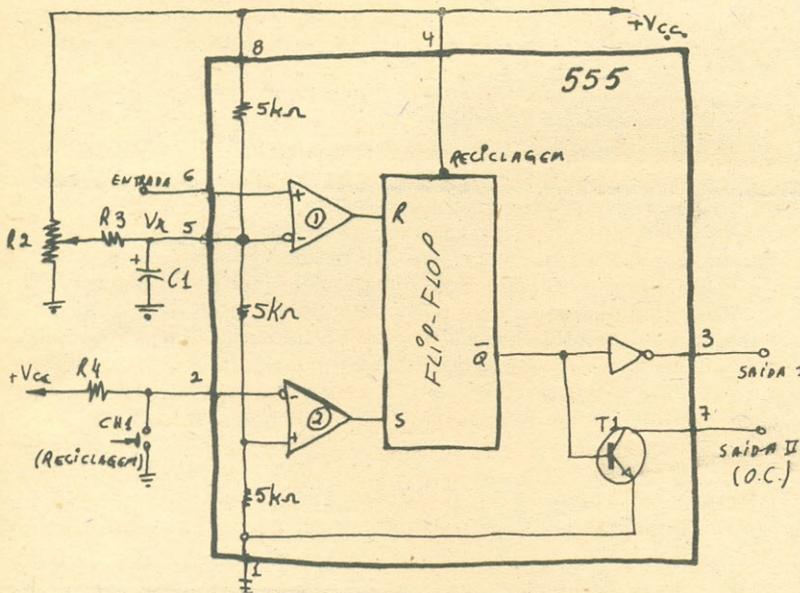
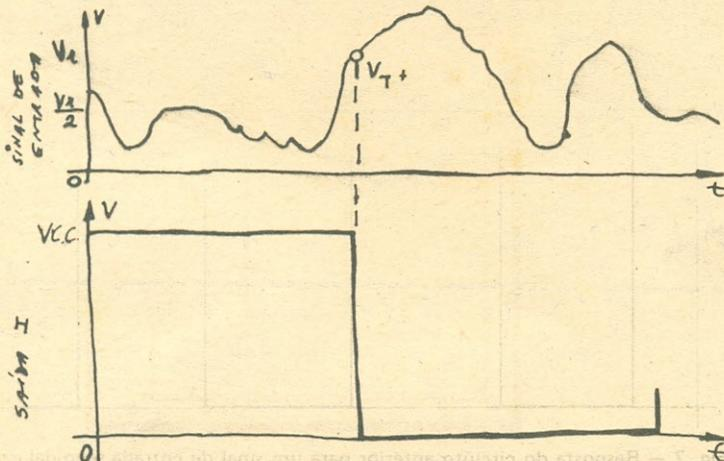

Fig. 3 - Circuito D.S. disparável por nível de tensão ascendente.
Fig. 4 - Curvas a serem observadas no circuito D.S. da Fig. 3.
Para minimizar as interferências causadas pela bobina de ignição através da linha de alimentação, devemos proceder como ilustra a Fig. 4. Trata-se de ligar um capacitor de passagem, de 0,1 μ F, 1000 V, na linha positiva de alimentação da bobina. Atenção para que este capacitor não seja ligado ao borne negativo da bobina, o qual vai ter aos platinados.
Fig. 4 — Para minimizar as interferências originárias da bobina nos equipamentos elétricos, devemos ligar um capacitor cerâmico (C1), de 0,5 μ F, 1000 V, entre o terminal dos platinados e a massa. Entretanto, o que é mais eficaz contra tais interferências é, sem dúvida, o capacitor C2, de 0,1 μ F, 1000 V, ligado à linha positiva de alimentação da bobina.
- Se você utilizar a entrada "sensor de nível" em vez da entrada "disparo"; tal como ilustra a Fig. 3, terá um circuito D.S. que responde a níveis de tensão de disparo positivos (V_{T+}). Cabe a você analisar o circuito em baixa e chegar à conclusão que o diagrama de fases da Fig. 4 está perfeitamente correto!
- Se acionada, ela situa a saída do circuito no estado alto, caracterizando, neste específico caso, a condição de repouso, visto que um sinal de amplitude superior a V_r situa essa saída em aproximadamente zero volt (circuito ativo) assim permanecendo até que CH1, Fig. 3, seja acionada; aí o circuito volta ao seu estado inicial ou de repouso.